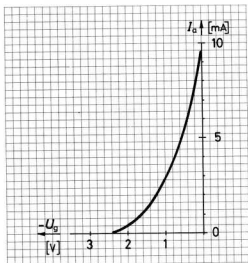

Bild 305
- Ermitteln Sie die Steilheit der Triode nach Bild 305 für eine Gittervorspannung von -1 V.